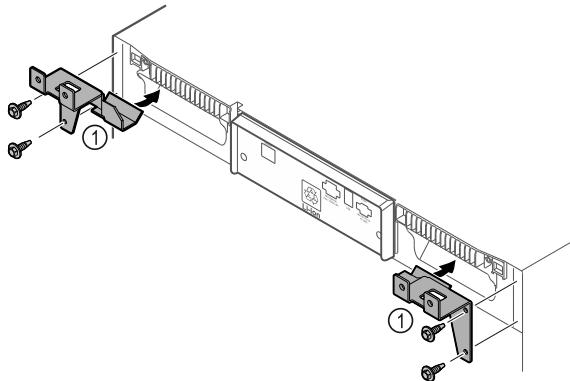

Fig. 10
- Montoni në pajisje pjesët mbajtëse Fig. 10 (1) me vidat vetëfiletuese.